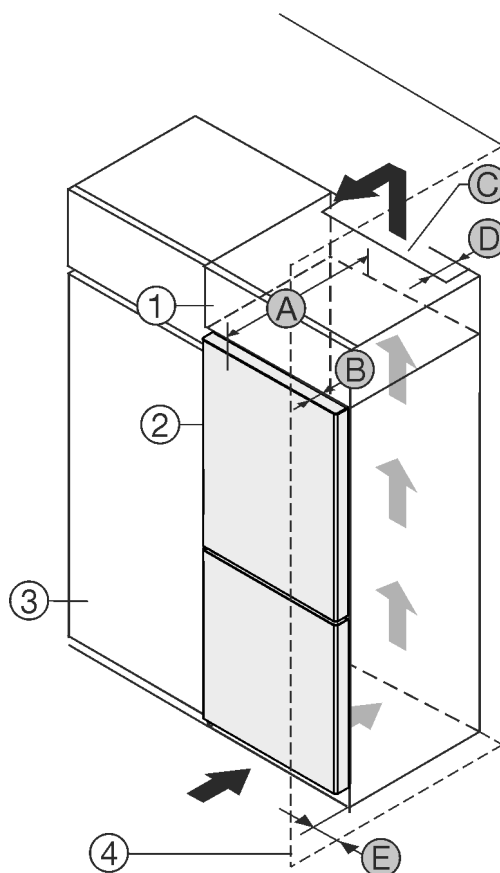

Fig. 1
A készülék közvetlenül a konyhaszekrény Fig. 1 (3) mellé állítható.*
A rátétszekrény hátoldalán egy megadott mélységű Fig. 1 (D) szellőzőaknát kell kialakítani a rátétszekrény teljes szélességében.*
A mennyezett alatt be kell tartani a szellőző keresztmet-szetet Fig. 1 (C).*
Ha a készüléket a zsanérjaival a fal Fig. 1 (4) mellé állítja fel, legalább 13 mm távolságot kell tartani a faltól.*
Ha a készüléket a zsanérjaival a fal Fig. 1 (4) mellé állítja fel, legalább 20 mm távolságot kell tartani a faltól.*
Ahhoz, hogy az ajtót teljesen ki tudja nyitni, a készüléknek a konyhaszekrény elülső oldalához képest legalább az ajtó mélységének Fig. 1 (B) megfelelően ki kell állnia. A konyha-szekrények Fig. 1 (3) mélységétől és a fali távtartók haszná-latától függően a készülék nagyobb mértékben is túllóghat előrefelé.*